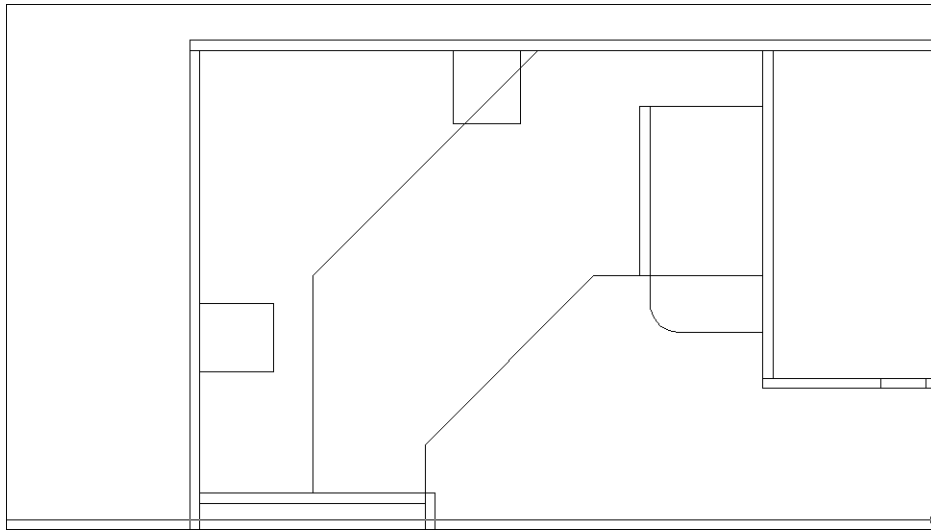

Рис. 5.7. Законченные контуры полошек обеих стоек для компакт-дисков
8. Нажмите клавишу `<Enter>` для завершения команды `LINE` (ОТРЕЗОК). Контуры полочек обеих стоек для компакт-дисков созданы (рис. 5.7).